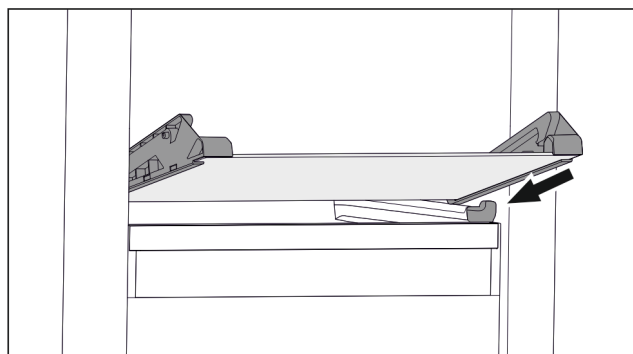

Fig. 62 Skleněná deska odklápěcí zásuvky
- ▶ Nasadte skleněnou desku šikmo za zářáčky. (viz Fig. 62)